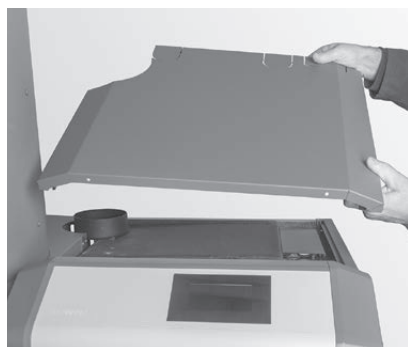

Fig. 118 Rimuovere il coperchio del rivestimento
- rimuovere il coperchio del rivestimento – Fig. 118.